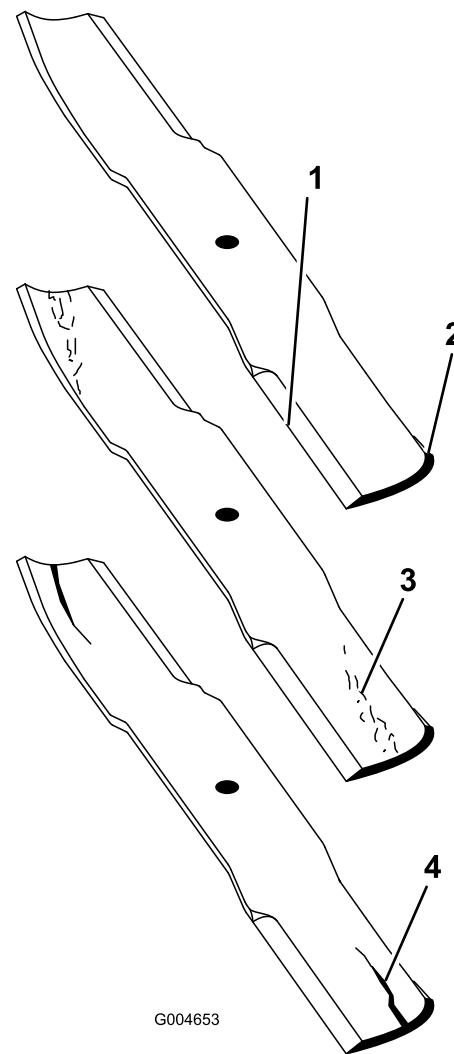

Bild 110
2. Prüfen Sie die Schnittkanten des Messers sorgfältig, insbesondere dort, wo die geraden Flächen die gebogenen berühren (Bild 110).
flächen mit den gebogenen Teilen verbindet, müssen Sie das Messer vor jedem Einsatz des Rasenmähers prüfen. Wenn Sie Abnutzungen (Bild 110) feststellen, sollten Sie das Messer auswechseln.